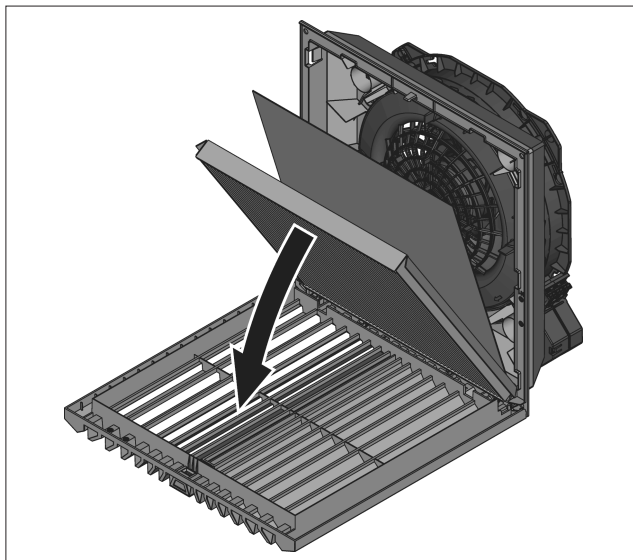

Fig. 15 : insérer le filtre plissé IP 55
- Uniquement pour obtenir l'indice de protection IP 55 : placer le filtre absorbant non tissé fourni sur le filtre plissé IP 55 déjà inséré (voir fig. 15). Le sens d'insertion du filtre absorbant est n'a pas d'importance.